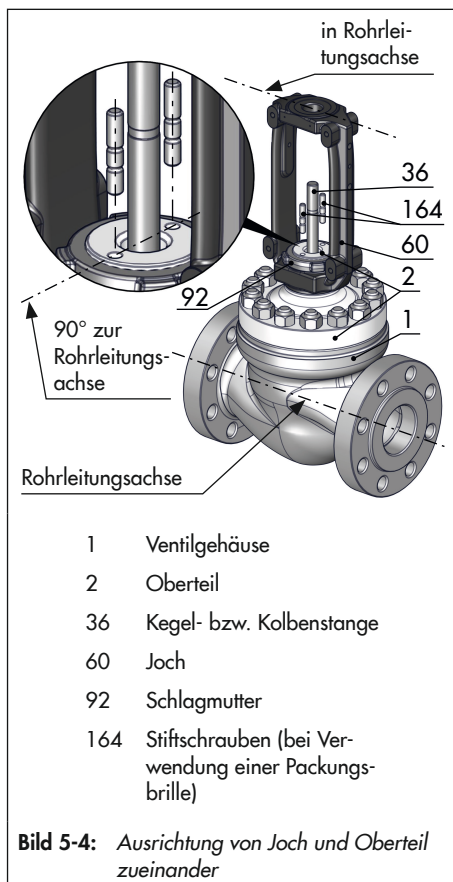

Bild 5-4: Ausrichtung von Joch und Oberteil zueinander
2. Hubschild (84) mit Lasche (83) und gegebenenfalls Warnhinweisschild (255) mit Schrauben (82) am Joch (3) festschrauben. Dabei das Hubschild (84) gemäß Tabelle 5-4 an der Lasche (83) positionieren.
3. Halter (302) mit Schrauben (306) und Scheiben (308) festschrauben. Anzugsmomente beachten, vgl. Tabelle 5-3.
4. Joch (3) so auf das Oberteil aufsetzen, dass die beiden Bohrungen auf der Oberseite des Oberteils zu den offenen Seiten des Jochs weisen, vgl. Bild 5-4.
5. Joch (3) mit Schlagmutter (92) befestigen.
- i. Packungsbrille (162) über die Stiftschrauben (164) am Ventiloberteil